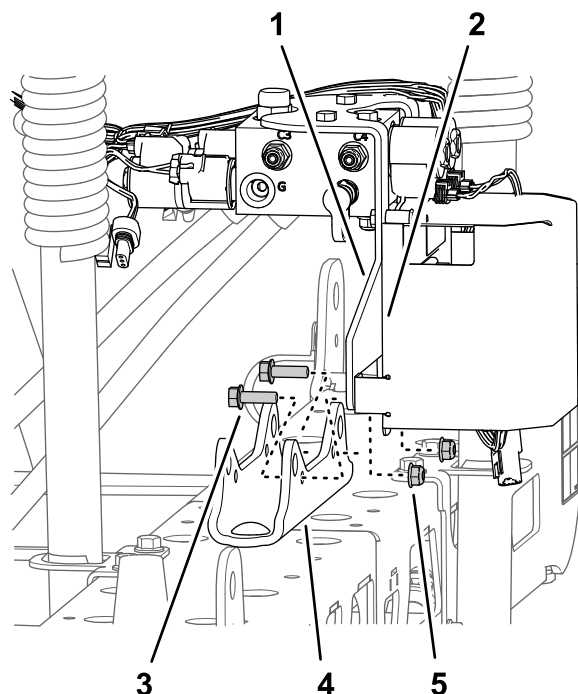

Рисунок 47
- Для машин с дополнительным комплектом ультразвукового выравнивания стрелы: Отверните 2 фланцевые контргайки (5/16 дюйма) и 2 болта с фланцевыми головками (5/16 x 1 дюйм), которые крепят опорный кронштейн коллектора подъема секции и кронштейн контроллера ТЕС к креплению цилиндра, и отделите коллектор и кронштейн от крепления цилиндра (Рисунок 47).